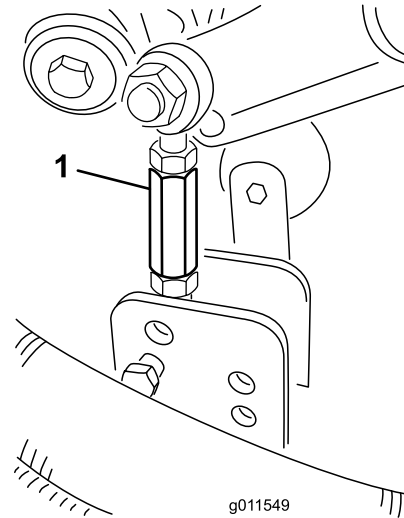

Figura 22
- Togliete le coppiglie ed i perni con testa che fissano le connessioni dell'ammortizzatore alle staffe del piatto di taglio (Figura 22).